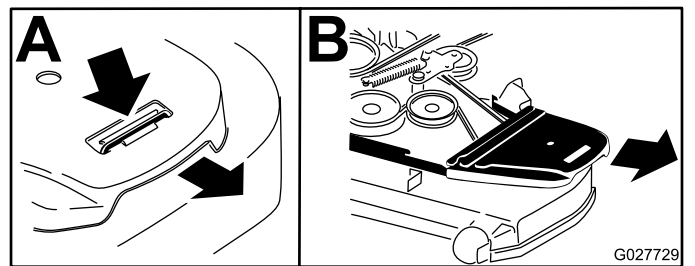

Bild 63
7. Entfernen Sie die Riemenabdeckungen und die Schrauben (Bild 63).